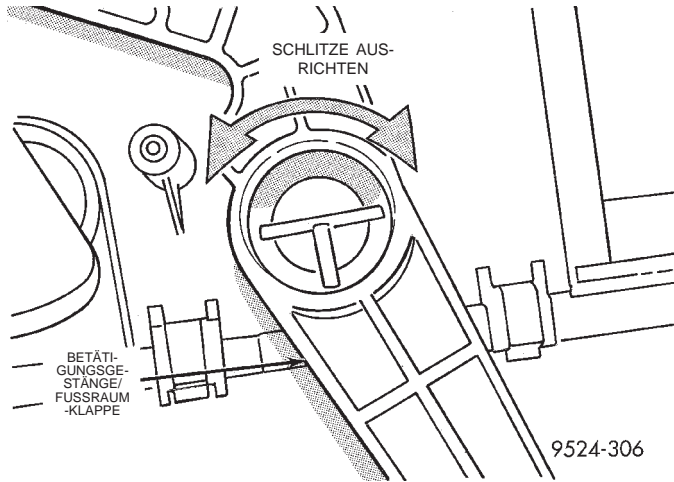
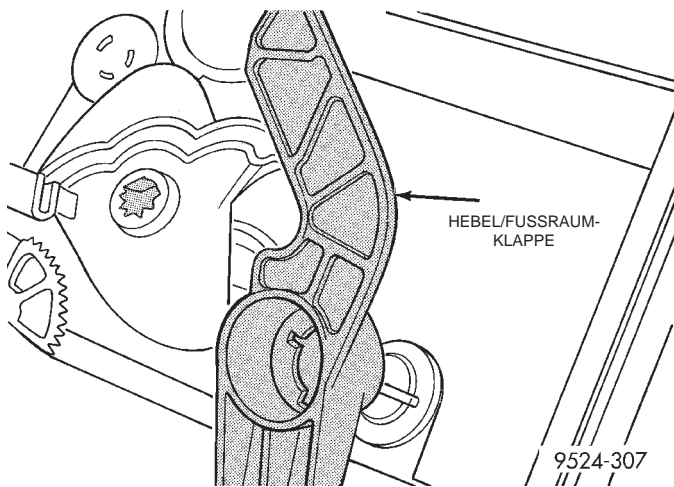

Abb. 99 Schlitze ausrichten
Abb. 100 Betätigungsgestänge abbauen
(29) Betätigungsgestänge der Fußraumklappe so weit drehen, bis es mit den Schlitzen fluchtet (Abb. 99), und Gestänge abbauen (Abb. 100).